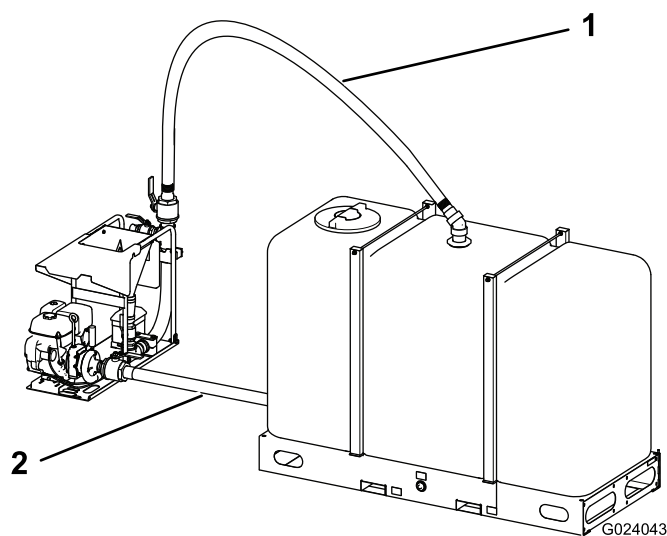
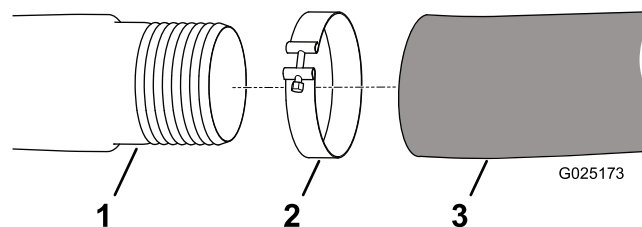
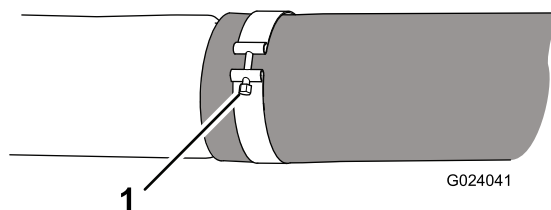

Рисунок 6
Рисунок 7
Рисунок 8
- Используйте шланговый хомут (входит в комплект) для подсоединения свободного конца шланга ко входу насоса на смесителе, как показано на Рисунок 6, Рисунок 7 и Рисунок 8.
- Используйте два шланговых хомута (входят в комплект) для подсоединения другого шланга к верхней части бака и верхней части смесителя, как показано на Рисунок 6, Рисунок 7 и Рисунок 8.
Если аккумулятор не заряжен, можно запустить двигатель ручкой механического стартера. Для запуска двигателя быстро потяните на себя ручку механического стартера (Рисунок 6), чтобы провернуть вал двигателя. Для запуска двигателя должны быть правильно установлены все органы управления двигателем, описанные выше.